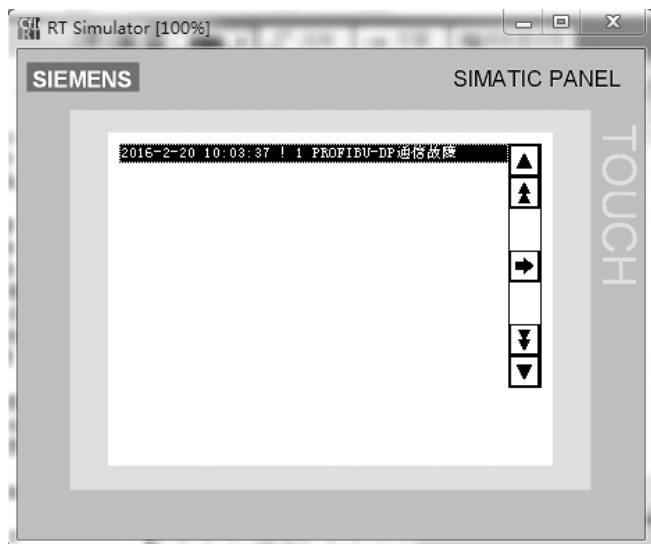

图 12-125 报警画面
8) 运行仿真。当 PLC 发生通信故障时，M0.5 置位，由于 HMI 循环扫描 PLC，当 PLC 扫描到 M0.5 置位，触发报警，如图 12-125 所示。